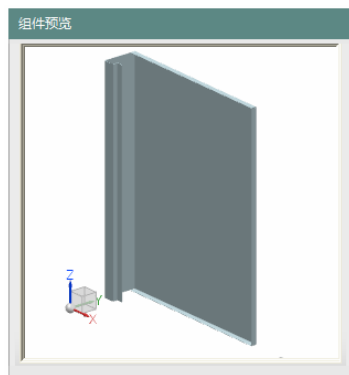

图 11-271 “组件预览”对话框
(1) 选择“菜单(M)”→“装配(A)”→“组件(C)”→“添加组件(A)”或单击“主页”选项卡“装配”面组上的“添加”按钮,打开“添加组件”对话框。单击“打开”按钮,打开“部件名”对话框,选择“xiangtiDiBan.prt”,单击“OK”按钮,加载文件。同时在视图区打开“组件预览”对话框,如图 11-271 所示。